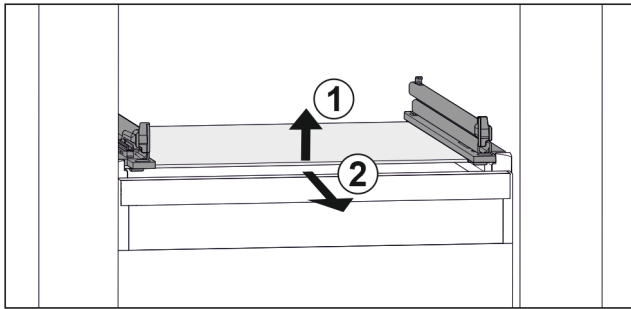

Fig. 51 Voorbeeldweergave van glasplaat
- ▶ Glasplaat aan de voorkant optillen. Fig. 51 (1)
- ▶ Glasplaat naar voren toe verwijderen. Fig. 51 (2)